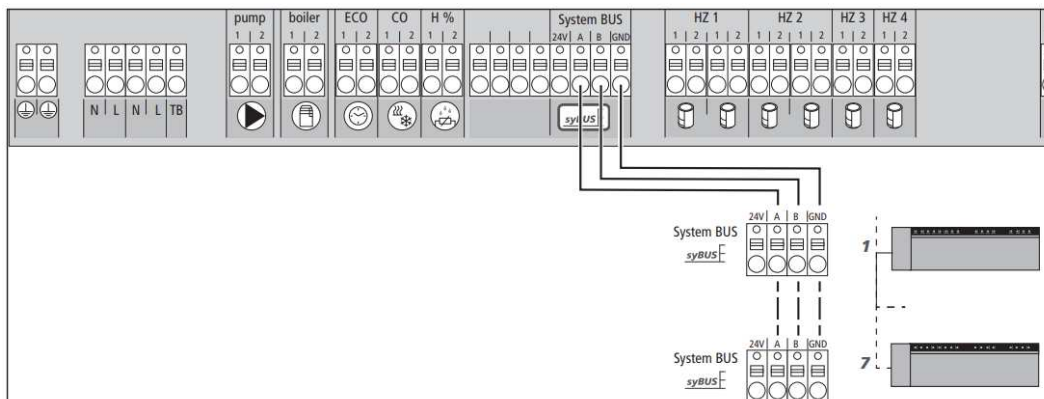

Imagen 8
- Para el intercambio de parámetros globales del sistema se pueden conectar un máximo de siete estaciones base a través del BUS del sistema (syBUS). Después de que el cableado esté listo, las estaciones base deben ser asociadas entre sí. Las estaciones base también pueden ser conectadas por vía inalámbrica. (Ver Imagen 8)